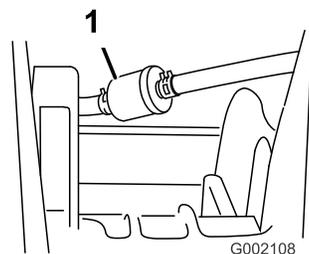

Bild 34
5. Entfernen Sie die Klemmen, mit denen der Kraftstofffilter an den -leitungen befestigt ist (Bild 34).